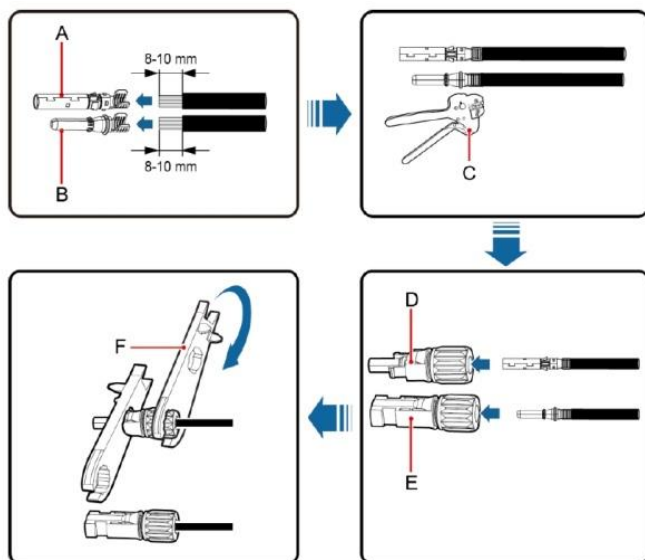

图 5.3 MC4 直流连接器与光伏组串的连接
(2) 直流连接器接好后，需用万用表测量直流输入组串电压，验证直流输入线缆的极性，同时确保每路组串电压在逆变器允许范围内，如图 5.3 所示。